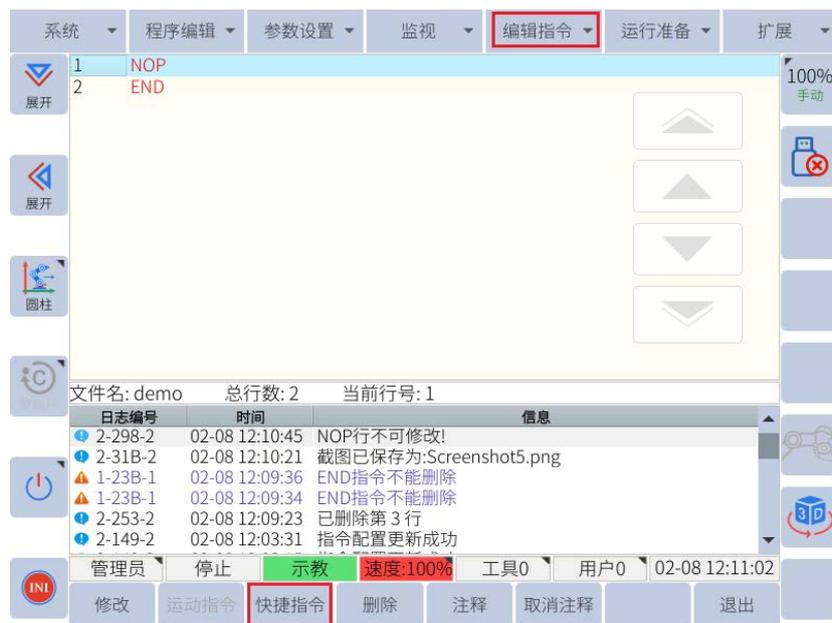

图 6-64: 插入其它指令
2. 然后按主菜单下的“编辑指令”或“快捷指令”在子菜单区选择要插入的指令，如图 6-64 所示。